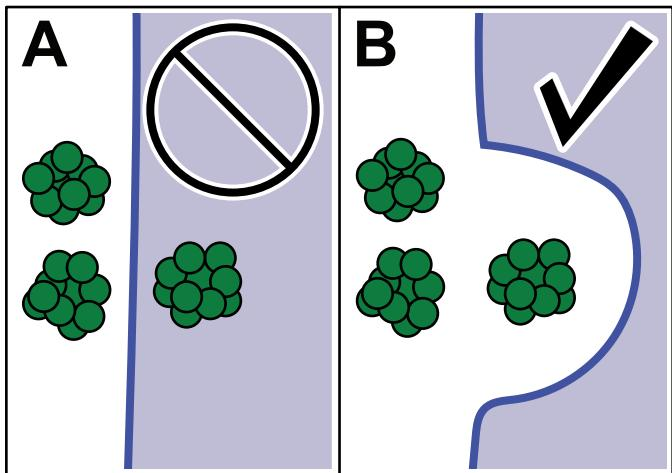

図 29
- マシンとのGNSS通信が妨げられる可能性があるため、AOA境界を木やその他の障害物の下にマッピングしないでください（図 29）。